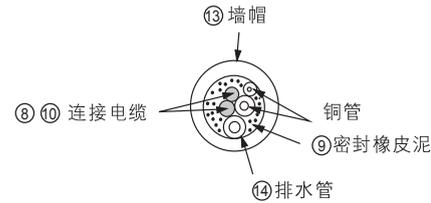
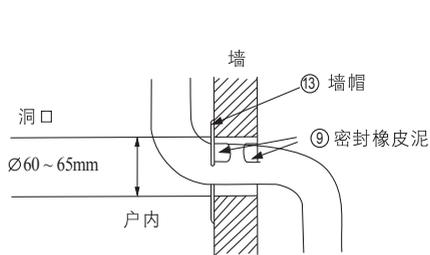

图32
图30
- 2 用附件⑬墙帽及附件⑨密封橡皮泥来整理墙上的洞,如图30、图31、及图32。